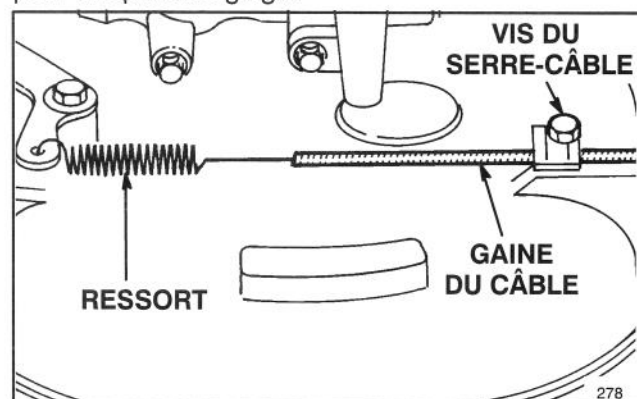

Figure 28
2. Desserer la vis du serre-câble jusqu'à ce que la gaine du câble coulisse librement (Fig. 28). Tirer sur le câble pour le tendre, sans toutefois exercer une tension sur le ressort. Resserrer la vis du serre-câble pour bloquer le réglage.